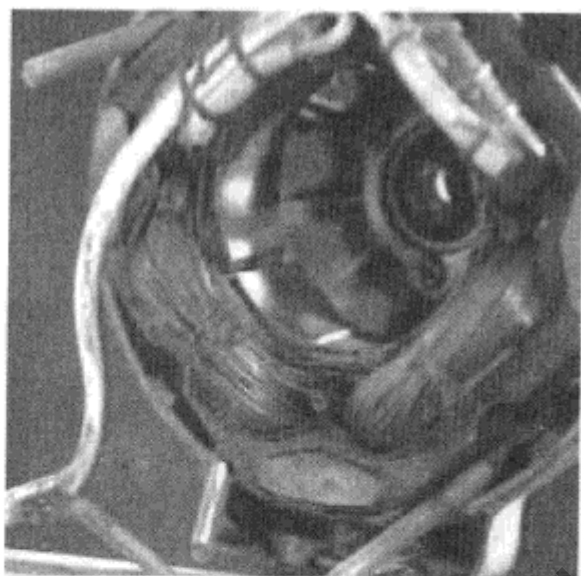

图 3-4 线圈颜色变成了黑色
**分析与检修：**电动机绕组绝缘中度损坏的故障特点是：电动机不能运行，其绕组中只有一个线圈烧坏变黑，其他线圈未受损。最直观的判断方法是，看线圈的漆包线颜色是否因受热而改变，一般由金黄色变成黑色即为绝缘损坏，如图 3-4 所示。